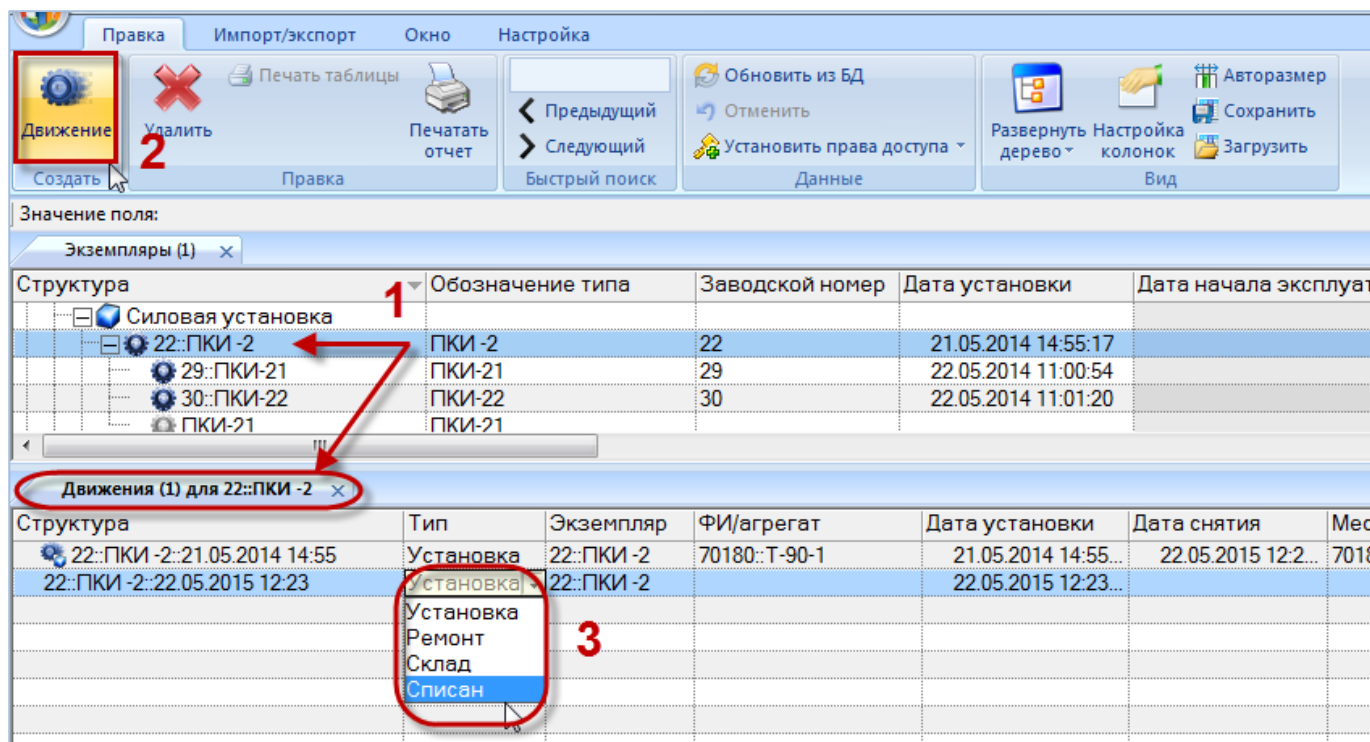

Рис. 23-48 – Создание движения экземпляра ПКИ в результате его списания
4) Выделить открывшееся окно связанных объектов «Движения ПКИ в эксплуатации» и нажать кнопку «Движение» панели «Создать» (1 и 2 на рис. 23-48).
значение «Списан» (3 на рис. 23-48). Созданное движение будет сохранено в базе данных (рис. 23-49).